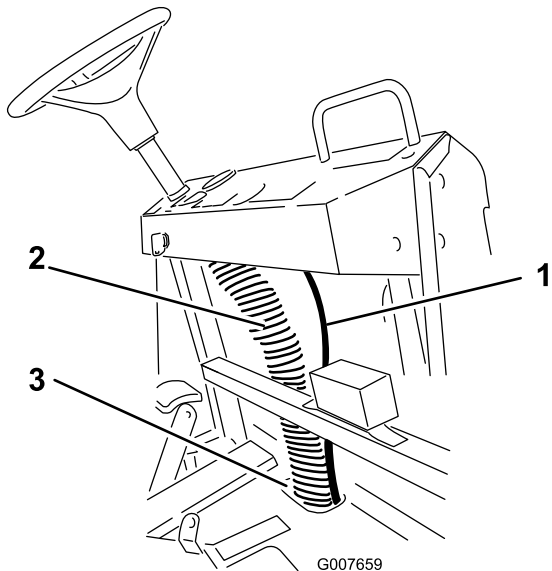

Figura 11
4. Direcione o tubo superior para o lado direito do tablier (Figura 11).
5. Prenda o tubo à coluna da cablagem existente (Figura 11).